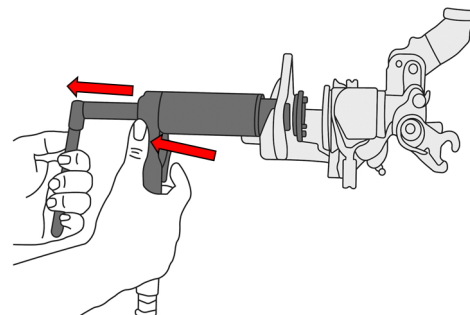

Abb.3
9. Nachdem der Kolben in die hintere Position gedrückt wurde, betätigen Sie das Druckablassventil, um das pneumatische Werkzeug vom Bremssattel zu entfernen (Abb. 3).